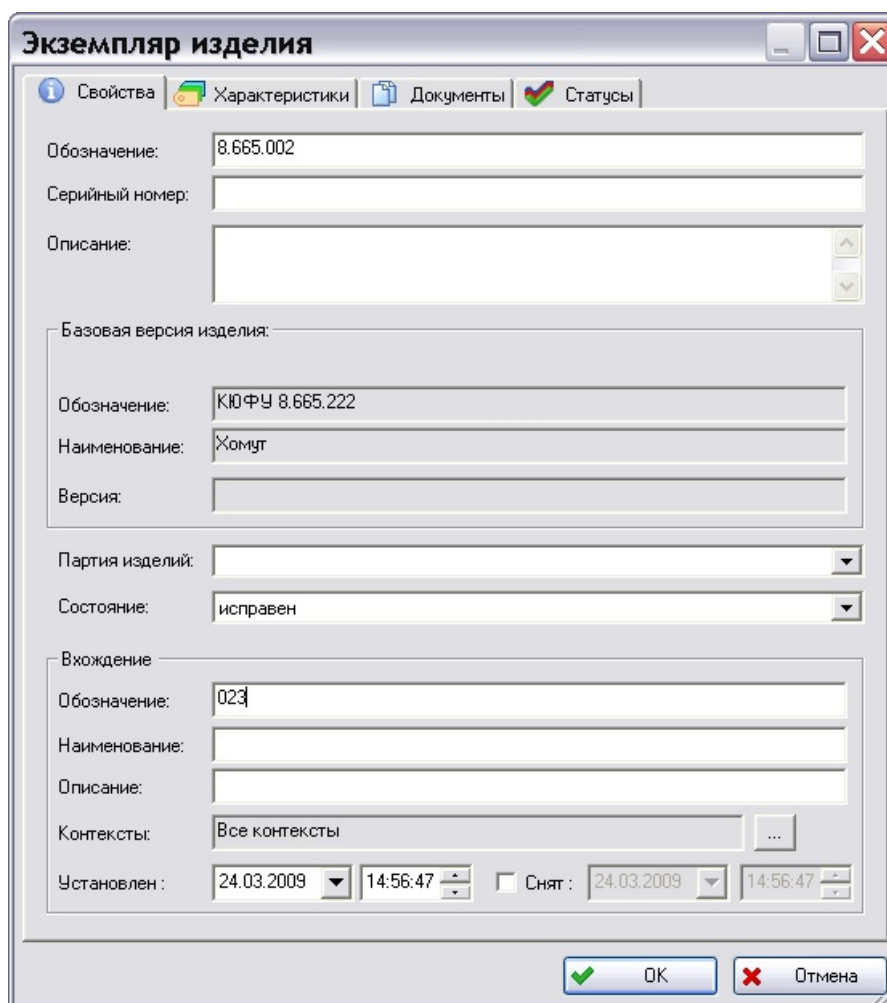

Рис. 227
3. В появившемся окне **Экземпляр изделия** установите параметры вхождения (Рис. 227).